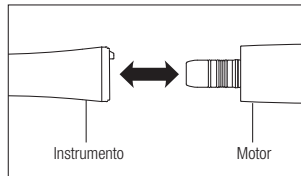

Fig. 1
- 1) Una o instrumento diretamente ao motor (Fig. 1). Para montar um instrumento ótico, rode-o até prender com um clique.